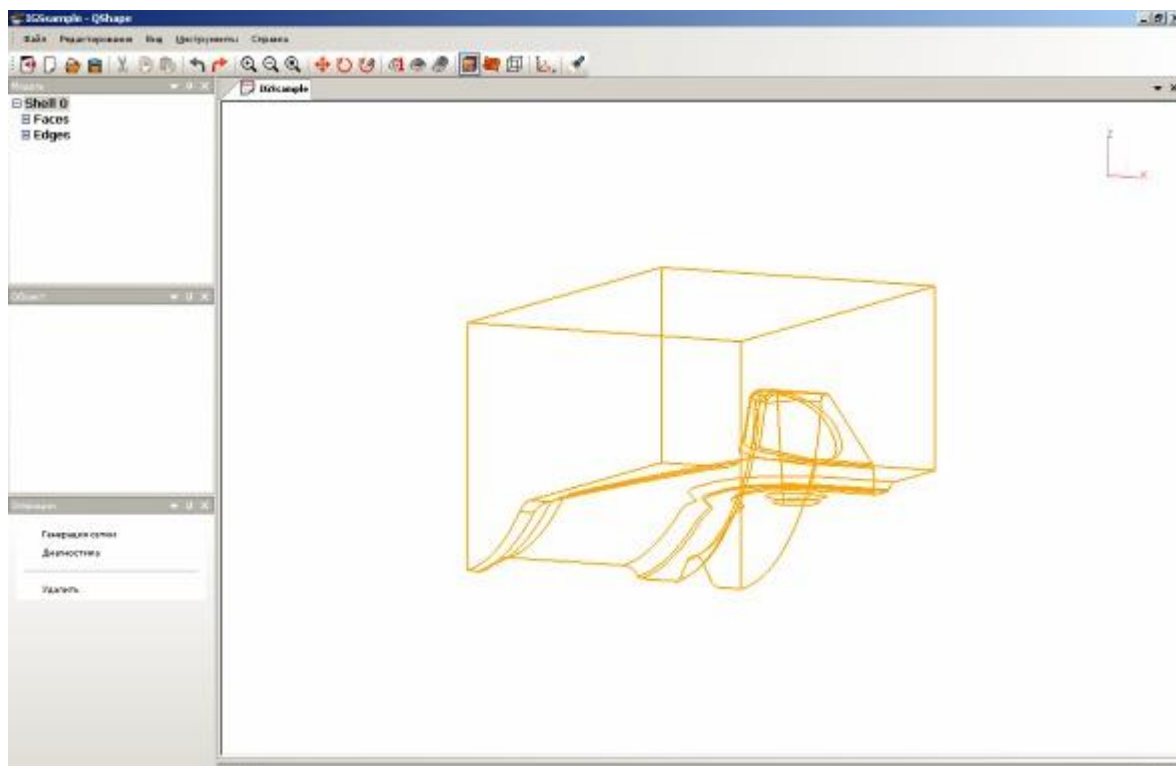

Рисунок 35 -Наборфэйсовпреобразованный вShell
3) Набор фэйсов должен преобразоваться в Shell автоматически (рис. 35). Если преобразование не происходит, как в выбранном примере, то необходимо отредактировать фэйсы, оставшиеся открытыми, для создания замкнутой оболочки. После команды Make Shell мы получим следующую картинку: